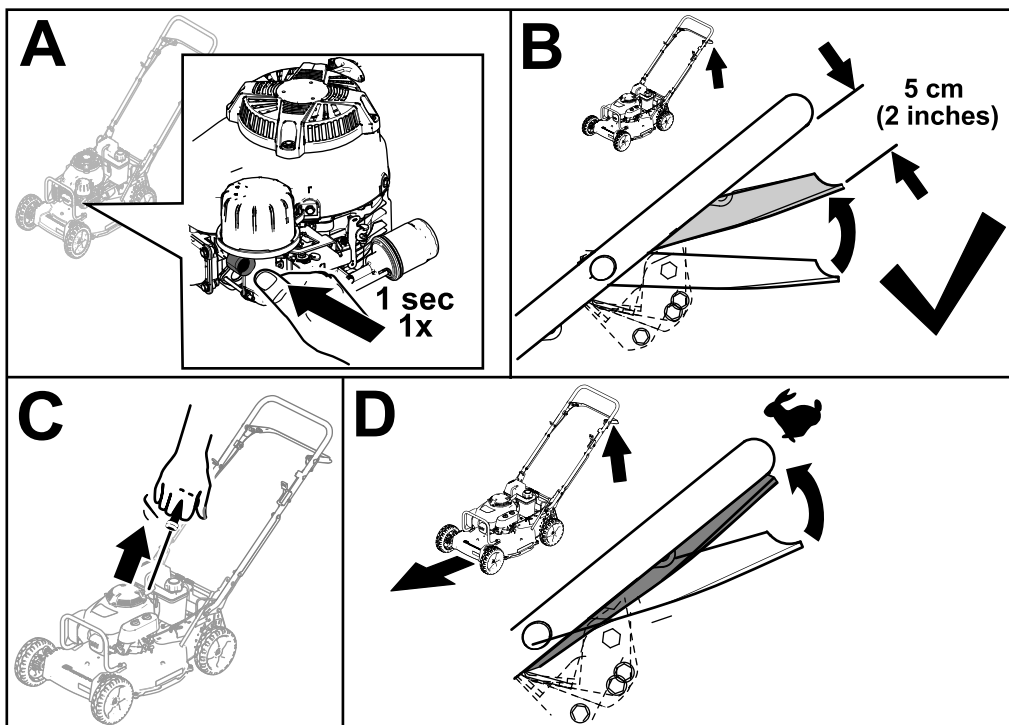

Figure 14
3. Appuyez fermement sur la poire de l'amorreur pendant 1 seconde (encadré A de la Figure 14).
4. Maintenez la barre de commande de la lame à la position Marche/Changement à environ 5 cm (2 po) sous le guidon (encadré B de la Figure 14).
5. Tirez légèrement la poignée du lanceur jusqu'à ce que vous sentiez une résistance, puis tirez vigoureusement et laissez le câble se rétracter lentement jusqu'au guide sur le guidon (encadré C de la Figure 14).